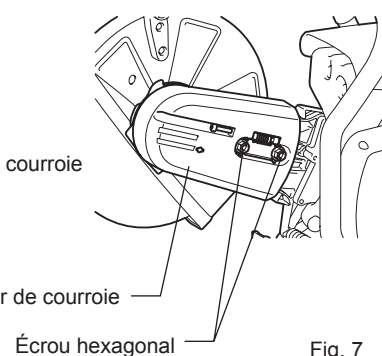

Fig. 7
- Installez le protecteur de courroie. (Fig. 7)